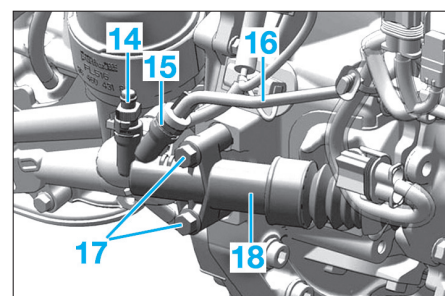

Fig. 8
- Ecarter l'agrafe (15) et le tuyau (16) (Fig.8).